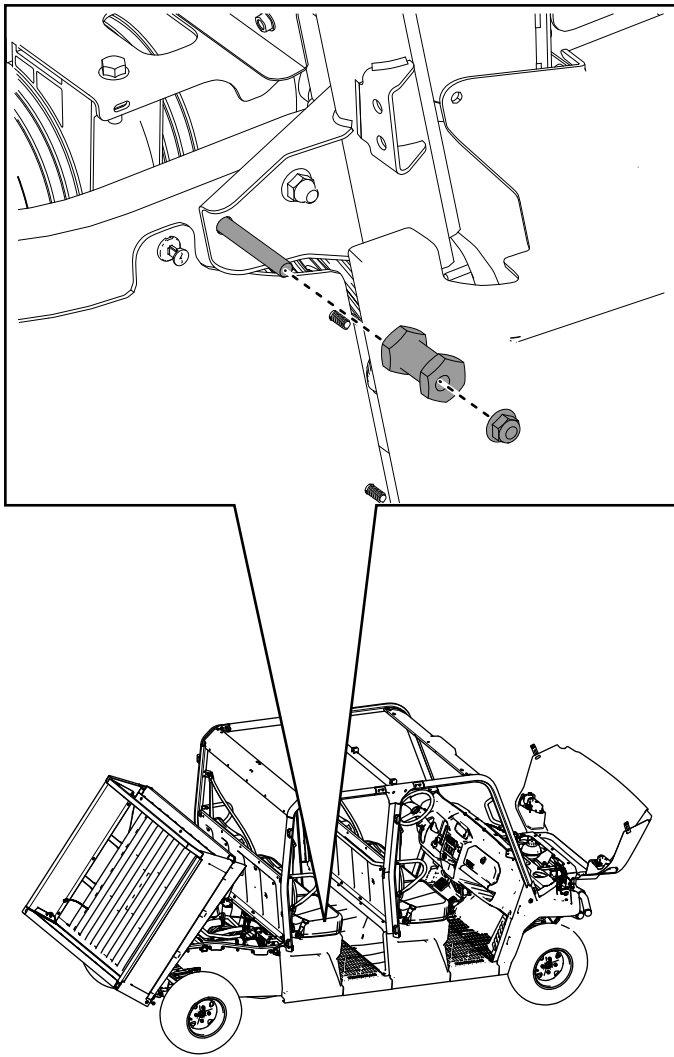

Bild 69
29. Bringen Sie die zuvor entfernten Sicherungsmuttern ($\frac{3}{8}''$) und Verriegelungsstifte am rechten und linken hinteren Rahmenrohr an (**Bild 69**).